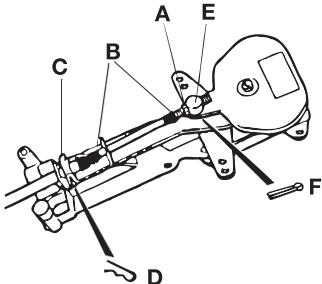

Fig. 7
- Ta bort muttern (A fig. 7) och båda gummitätningarna från kabeln.
- Tryck kabeln igenom kabelhållaren. (C fig. 7)
- Säkra kabeln med låspinnen (D fig. 7).
- Anslut nippeln till gasarmen (E fig. 7) och säkra med saspinnen (F fig. 7).